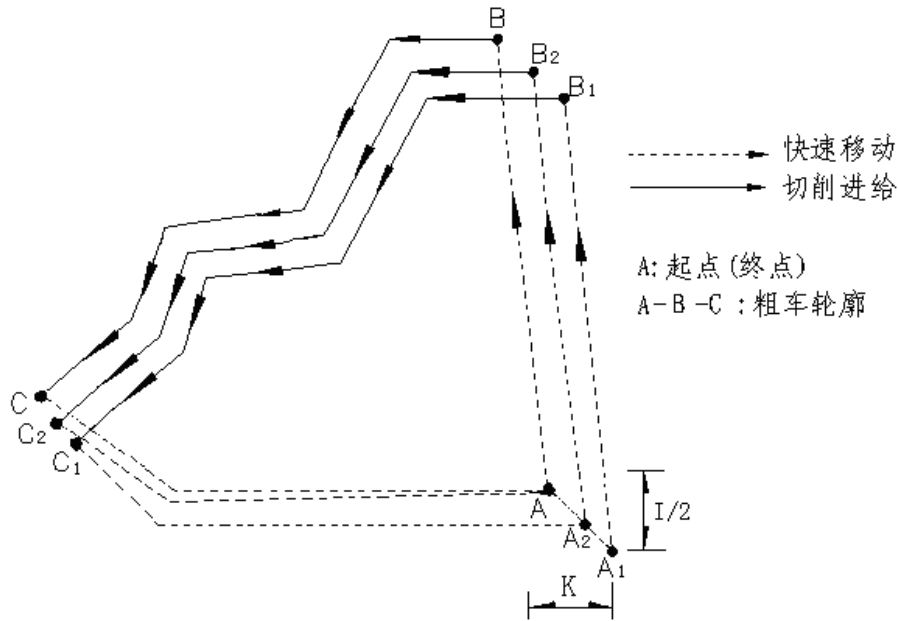

图 4-16-14 G73 指令运行轨迹
G73 的起点和终点相同，本指令适用于成型毛坯的粗车。G73 指令为非模态指令，指令轨迹如图 4-16-14。
I : 第一次粗车的 X 轴退刀量, 有符号数, 参考下图 4-16-14 中的 I。
K : 第一次粗车的 Z 轴退刀量, 有符号数, 参考下图 4-16-14 中的 K。
其中: X (U)、Z (W)、P、Q 描述了下图 4-16-14 中的 ABCA 封闭轨迹, 即从 A 点快速定位到 B 点、然后执行 PQ 程序段到 C 点、然后快速回到 A 点。ABCA 实际上是最后一次粗车的轨迹。
下图 4-16-14 中的 I、K 描述了先要偏移 I 值、K 值再进行第一次粗车; 即执行  $A_1B_1C_1 A_2$  轨迹。L 描述了从第一次粗车开始, 总共要进行 L 层剥离, 再进行最后一次粗车; 每层剥离的吃刀量要均匀, 即每层剥离量是 X 轴方向  $I/L$ 、Z 轴方向  $K/L$ , 由  $A_1B_1C_1$  层, 逐渐靠近 ABC 层。实际切削次数为  $L+1$  次。
如图 4-16-14, 假设  $L=2$  层。